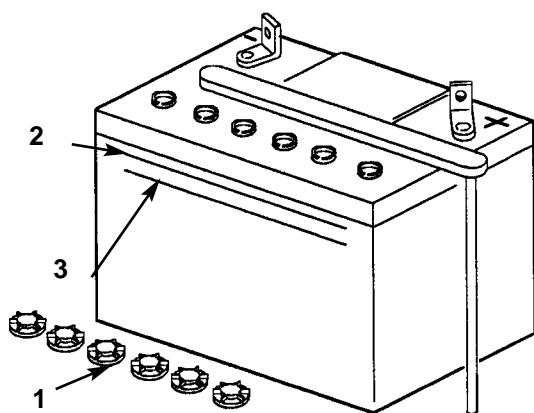

Fig. 21
2. Osservate il lato della batteria: l'elettrolito deve raggiungere la riga "SUPERIORE" (Fig. 21); non permettete che scenda al di sotto della riga "INFERIORE" (Fig. 21).
2. Svitare i tappi (Fig. 21).